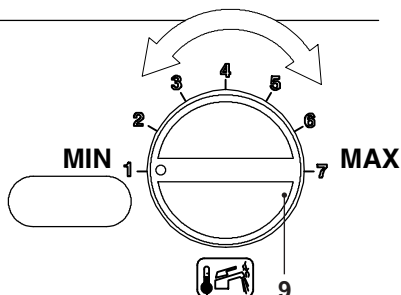

Figura 7.7
- Ruotare la manopola regolazione temperatura sanitari 9 in Figura 7.7 al minimo, sul display LCD compare la seguente visualizzazione (la sequenza **P09** si alterna a **01**).